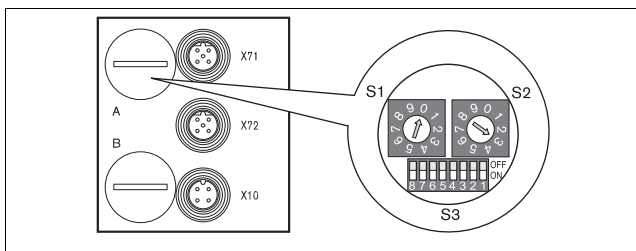

Fig. 8: Manopole S1, S2 per l'indirizzamento e selettore di modalità S3 sull'accoppiatore bus
Il baudrate viene impostato sul selettore S3 (ved. Fig. 8 a pagina 276), situato al di sotto del coperchio a vite PG **A**.
L'indirizzo della stazione viene impostato tramite le manopole S1 e S2 (ved. Fig. 8).
- ▶ Con le manopole S1 e S2 assegnare liberamente l'indirizzo della stazione da 1 a 99 (ved. Fig. 8).
Il selettore di modalità S3 per l'impostazione delle segnalazioni diagnostiche si trova al di sotto del pressacavo PG **A** (ved. Fig. 8 a pagina 276).